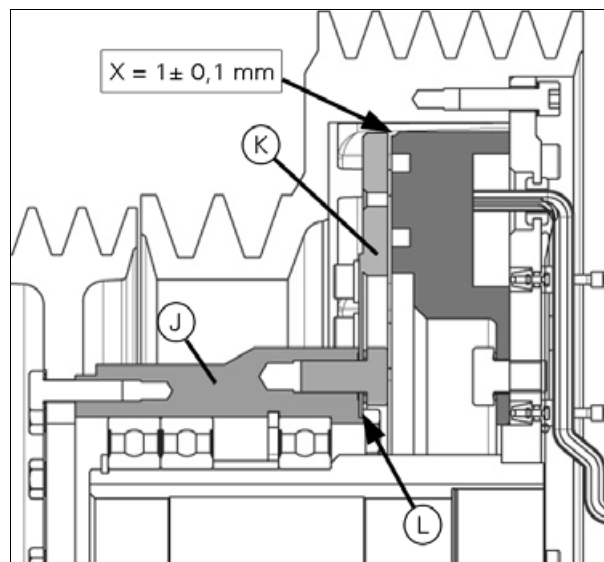

Рис. 23.
**ВАЖНО:** Перед установкой шкивов ремней убедитесь, что зазор (X) составляет  $1 \text{ мм} \pm 0,1 \text{ мм}$ .
- Регулировка производится путем снятия или установки прокладок между ступицей (J) и диском муфты (K) у (L).
- Если невозможно выставить необходимый зазор, поскольку недостаточно прокладок для снятия, необходимо снять некоторое количество материала со ступицы (J) согласно схеме (рис. 23).